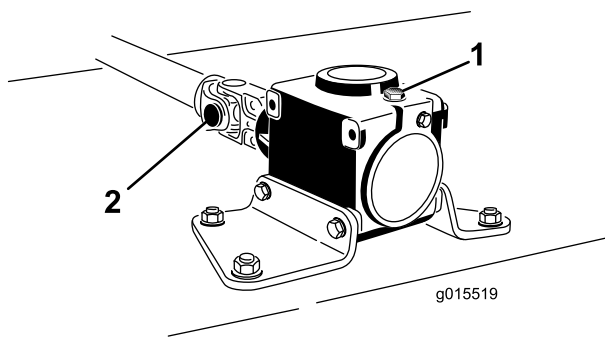

Bild 3
- Nehmen Sie den Spannstift aus dem Endjoch und der Getriebewelle (Bild 3). Bewahren Sie den Spannstift für später auf.